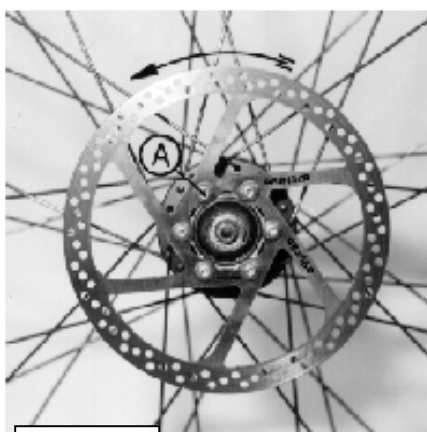

FIG. 2
La raggiatura deve essere eseguita da personale esperto e con i raggi di sezione adeguata alle maggiori sollecitazioni di un impianto freno a disco. Si sconsiglia la raggiatura chiamata "diritta" (radiale). A ruota assemblata appoggiare il disco D=160 ant. e post. alla flangia del mozzo attenzione al senso di rotazione (fig.2). Serrare le viti (A) con chiave a brugola con coppia di 5-7 Nm. Un corretto montaggio del disco freno, eseguito rispettando il senso di rotazione, facilita la centrifugazione verso l'esterno di eventuali residui (acqua, fango) raccolti durante il percorso.